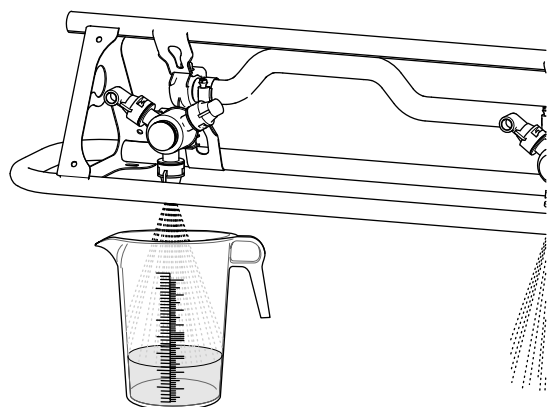

Figura 51
- Raccogliete l'acqua dall'ugello di irrorazione fino a quando smette di fluire (Figura 51).